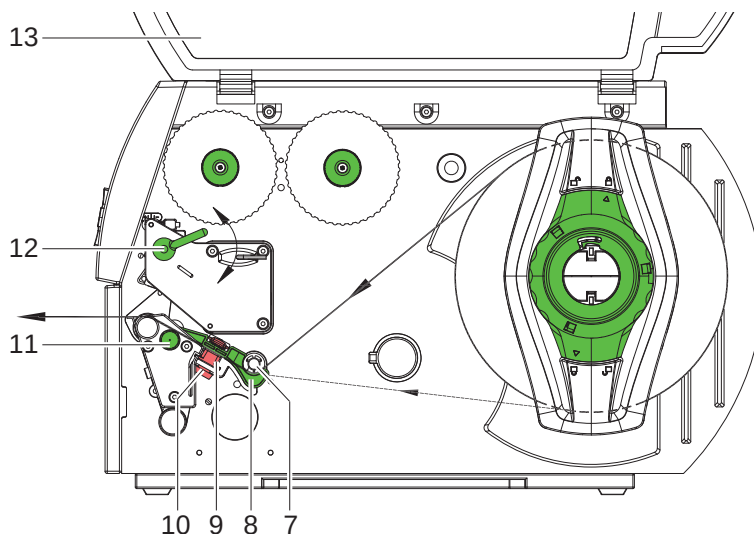

Bild 7 Hur materialet går
- Lossa lätt den räfflade knappen (10, Bild 7) och placera fotocellsbrytaren genom att vrida på den räfflade knappen, så att sensorn kan detektera etikettluckan, ett reflexmärke eller stansning.
- Vrid spaken (12) medurs för att låsa skrivarhuvudet.